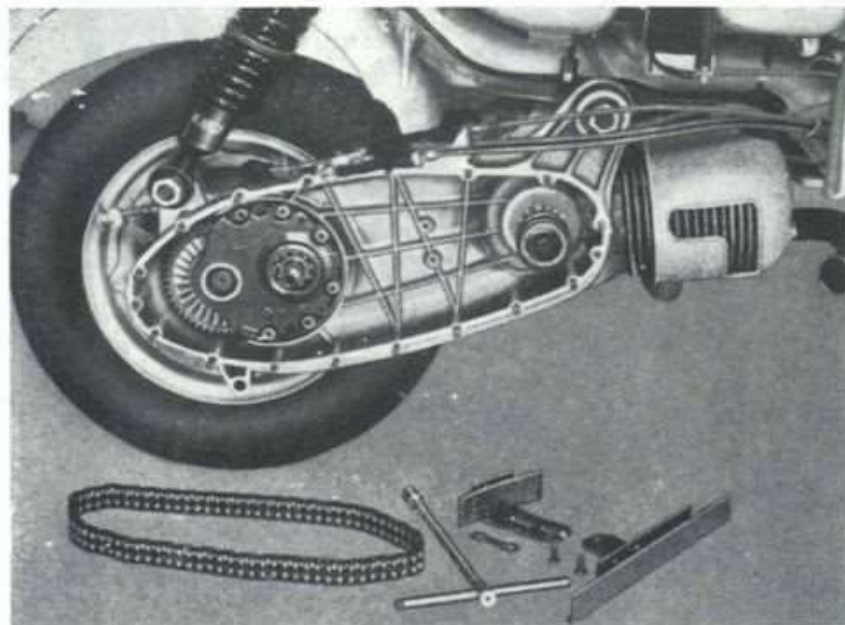

Fig. 9
- 12 Smontare le guide e la catena: svitare le due viti di fissaggio delle guide (chiave da 10). Vedi fig. 9. Tenere presente che **la catena non deve mai essere lavata in benzina**. Conservare la catena avvolta in uno straccio pulito.